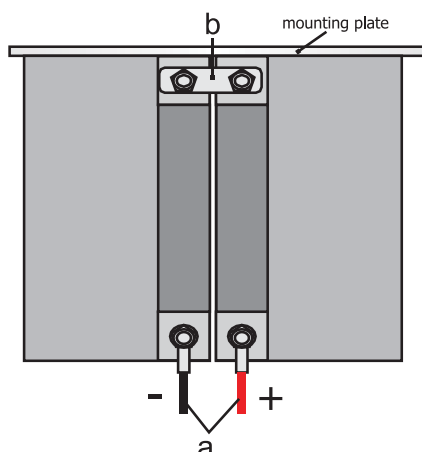

Fig. 28 Baterías: vista superior
Para conectar las baterías, consulte la fig. 28 y observe los siguientes pasos:
2. Conecte las baterías utilizando el conector de polos de batería ("b" en la fig. 28), las tuercas de los polos y las cubiertas de protección de los polos.